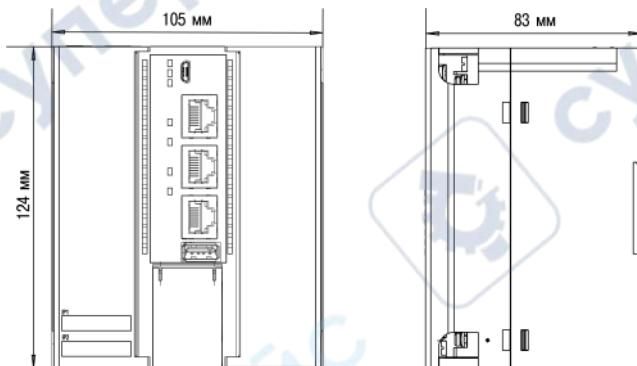

Рисунок 4.1 – Габаритные размеры
- Подготовить место для монтажа на стенке шкафа или DIN-рейке в соответствии с габаритными размерами контроллера (см. рисунок 4.1).